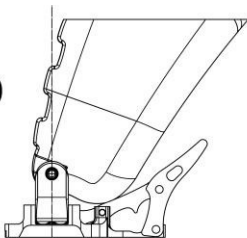

FIGURA 6
- Con lo scarpone agganciato al puntale in modalità di salita, verificare che ruotando lo scarpone verso la punta dello sci, **esso risulti libero di compiere almeno 90° di rotazione** prima che la punta dello scarpone entri in contatto con il leveraggio frontale stesso. Se così non fosse si rischia di danneggiare la punta dello scarpone e/o il puntale dell'attacco. (**FIGURA 6**)